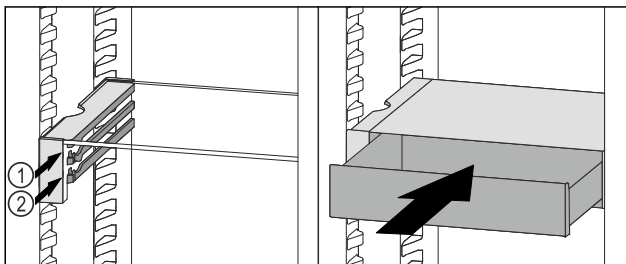

Fig. 143
- Posizionare il cassetto VarioSafe dietro i tappi sulla nervatura desiderata Fig. 143 (1) o Fig. 143 (2).